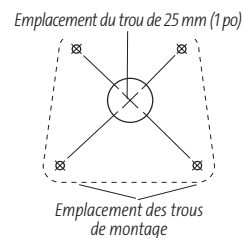
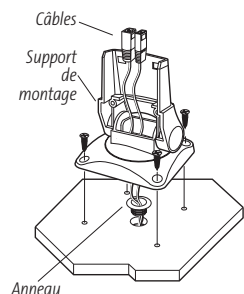

Figure 5
Figure 6
- 1a. Si vous pouvez passer les câbles par un trou situé directement sous le support de montage, marquez son emplacement et percez un trou de 25 mm (1 po) centré entre les quatre trous de montage (Figure 5). Passez les câbles dans l'anneau, puis enfoncez l'anneau en position dans le trou de 25 mm (1 po). Passez les câbles à travers le support de montage et sortez-les par le haut (Figure 6).